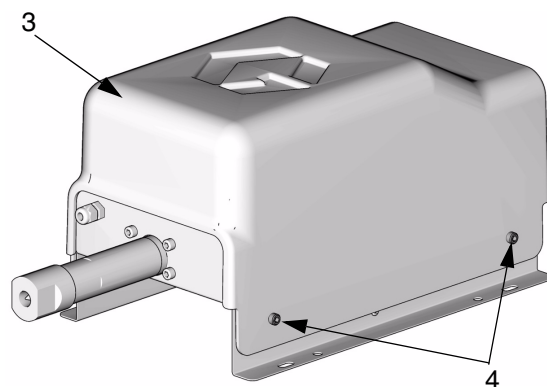

FIG. 18
Panel de fluido RoboMix: Afloje los 4 tornillos (4), y después retire la tapa (3). FIG. 18.